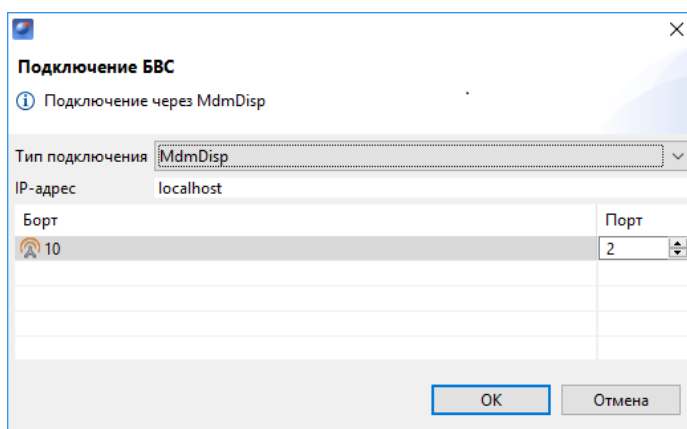

Рис. 91: Окно подключения БВС
3. Нажмите кнопку **ОК** (рис. 91).